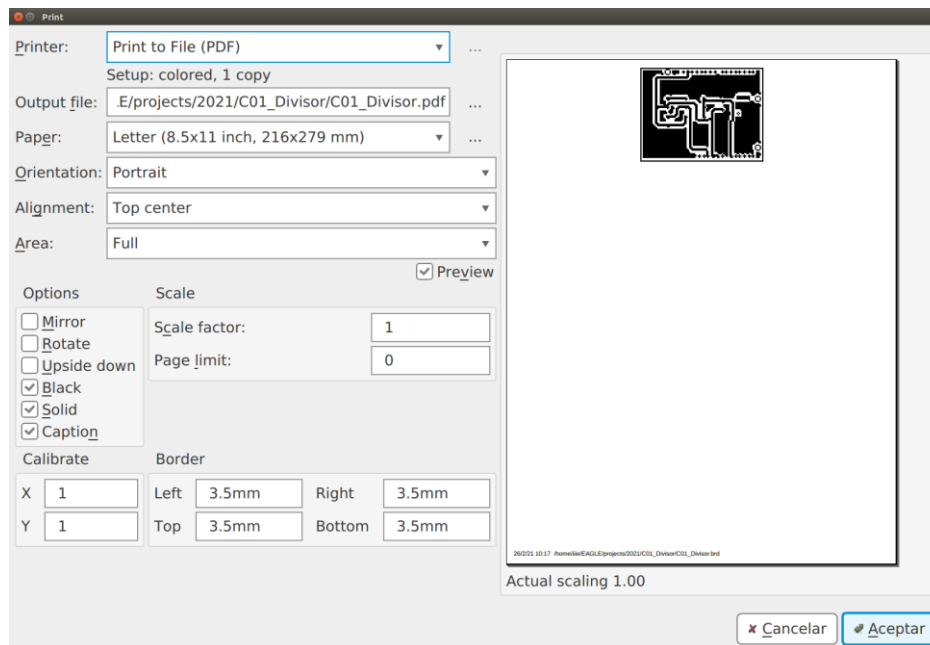

Figura 21: Selección de opciones a la hora de imprimir el PCB.
49. Seleccione el menú **File >> Print** (o dé clic izquierdo en el icono **Print**) y en la ventana desplegable elija las opciones tal como se indican en la figura 21. Luego presione el botón **Aceptar**.